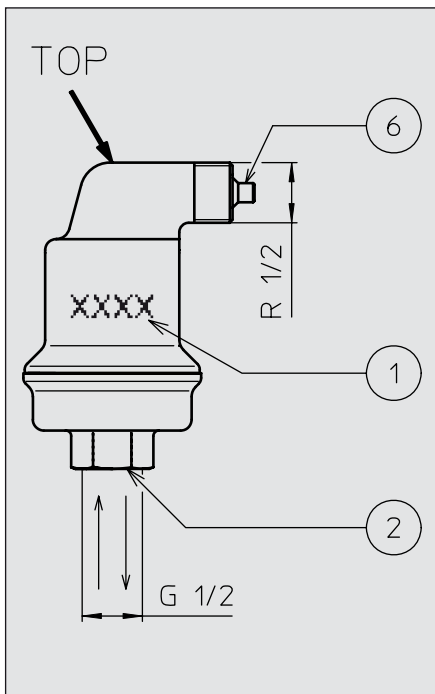

Fig. 1/ Kuva 1/ 图 1 / Σχήμα 1/ 1 ábra / 그림 1 / Rysunek 1 / Рисунок 1 / Slika 1 /
Denne vejledning er beregnet til produkttyper, der starter med AB, med undtagelse af ABS (fig. 1, ①).
Tryk- og temperaturområde (fig. 1, ①)
- Afspær ikke udluftsventilen ⑥.
- Der kan monteres et rør til udluftsventilen ⑥ for at bortlede den frigjorte (ildelugtende) luft. Ekstremt mange snavspartikler eller skumdannelse kan forårsage midlertidig lækage af udluftsventilen ⑥.
- Maks. tilladt hydraulisk testtryk: 1,5 x det maksimale driftstryk (fig. 1, ①).
- Når anlægget afprøves med trykluft, skal udluftsventilen tilstoppes midlertidigt med en prop R½ (medfølger ikke) ⑥. OBS! Proppen R½ skal fjernes, før anlægget tages i brug.
Diese Anleitung ist für alle Gerätetypen bestimmt, die mit AB beginnen, mit Ausnahme des Gerätetyps ABS (Abb. 1, ①).